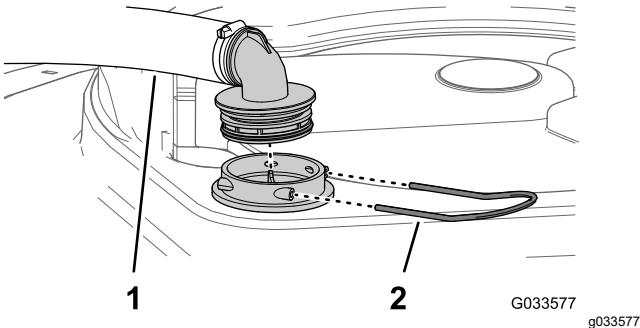

图 112
2. 在打药机药缸的顶部拆下固定从过滤器外壳连接至大软管的软管接头的卡环 图 112。
3. 从过滤器外壳上拆下软管和软管接头 图 112。